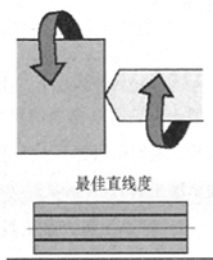
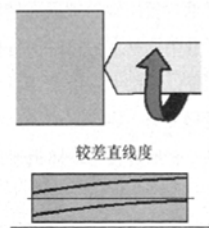

图3 钻头与工件相对旋转
图4 旋转钻头
(2) 旋转状况 根据深孔套料加工原理,套料时工件与钻杆相对旋转是高直线度的首选,为获得最佳直线度要求,套料时采用钻头和工件相对旋转的加工方式,如图 3 所示。而割断由于与孔直线度无关,只要将试棒割出即可,所以对直线度无要求,为了加工方便,采用工件静止,钻杆旋转的加工方式,如图 4 所示。